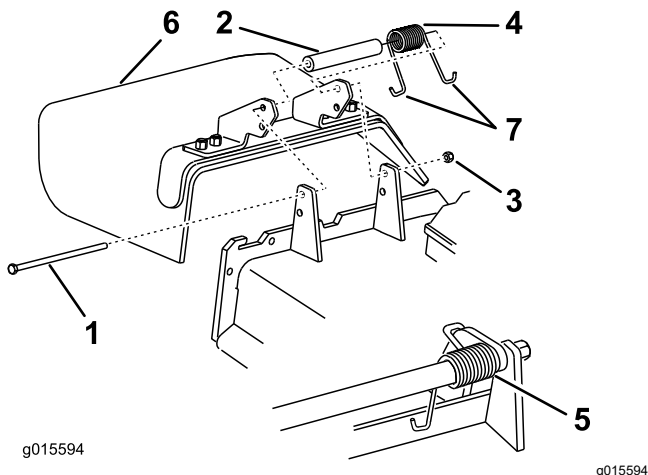

Figura 85
1. Retire a porca de bloqueio, o parafuso, a mola e o espaçador que fixam o defletor aos apoios de articulação (Figura 85).
2. Se o defletor de relva estiver danificado ou gasto, retire-o (Figura 85).
**Nota:** Certifique-se de que está montada uma extremidade em J por trás da extremidade da plataforma antes de colocar o parafuso como se mostra na Figura 85.
6. Coloque uma extremidade em gancho J da mola em torno do defletor de relva (Figura 85).